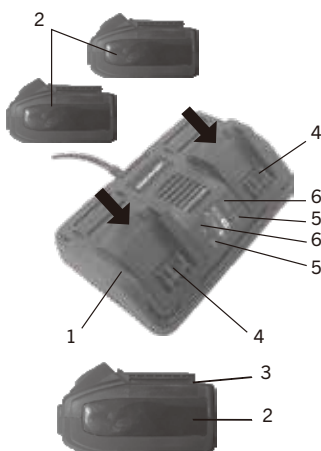

FIG. 1
1. Placez le chargeur de batterie (1) dans un endroit sec à proximité d'une prise électrique 110-120 V 60 Hz (Fig. 1).